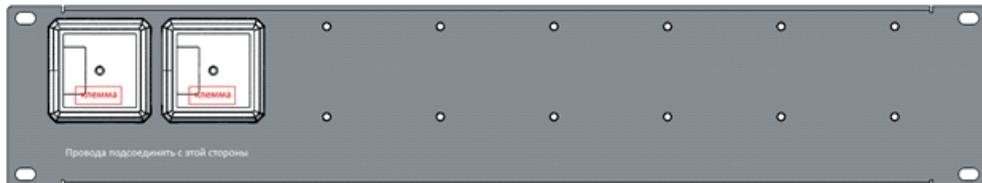

Рисунок 2
4.2 Изоляторы шлейфа ИЗ-1-Р3 прикреплены к панели SBP шайбами и гайками М4 (рисунок 2).